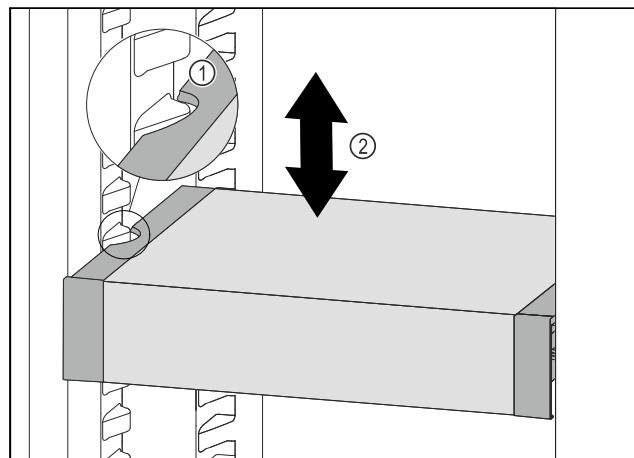

Fig. 79
- Тяните VarioSafe вперед, пока боковые выемки VarioSafe не окажутся на высоте выступа резервуара в холодильном отделении. Fig. 79 (1)
- ▶ Двигайте VarioSafe в холодильном отделении вверх или вниз, пока не будет достигнута требуемая высота. Fig. 79 (2)